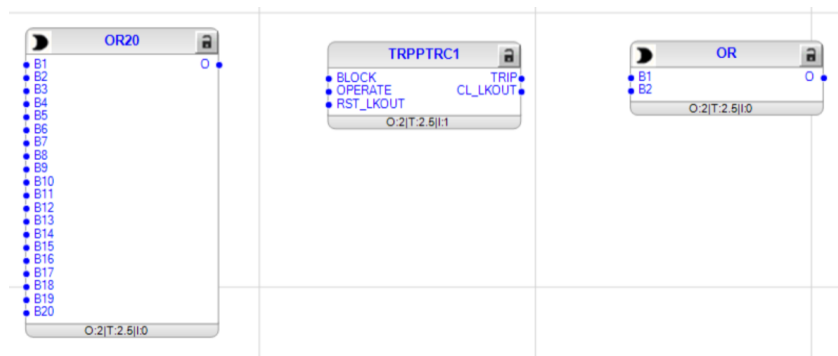

Imagen 279_ Nuevos bloques de la lógica de disparo OR20, TRPPTRC1 y OR.
4.1.43 Para establecerla lógica de disparo de relevador multipropósito (múltiples funciones), se siguen los siguientes pasos: de la ventana de “Object Types” buscaremos los siguientes bloques siguiendo las rutas: “Logic - OR20”, “Logic - OR”, ambos bloques funcionan con la lógica binaria de la función OR, donde cada una de sus entradas tendrán el valor de FALSE hasta que en una de sus variables tenga la señal de TRUE que activará dicha entrada, esta puede ser más de una entrada; y el bloque “Logic - TRPPTRC1” como se muestra en la **Imagen 279**, funciona con las funciones de protección, realizando un bloqueo y desactivándolo manualmente en una de sus entradas.